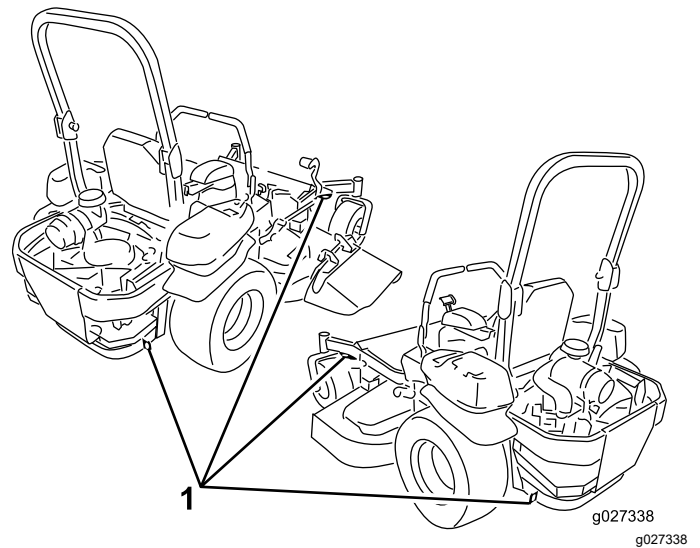

Figura 45
6. Amarre la máquina junto a las ruedas giratorias delanteras y el bastidor trasero con correas, cadenas, cables o cuerdas (Figura 45). Consulte la normativa local respecto a los requisitos de amarre.